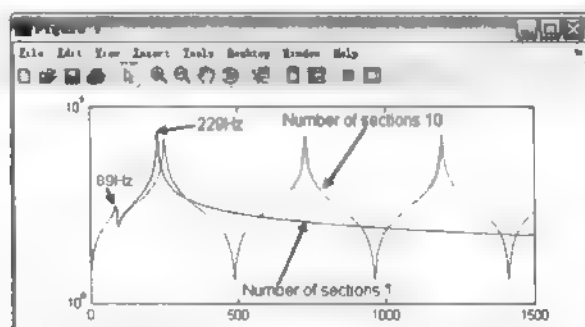

图 14.23 Number of sections 为 1 和 10 两种情况的分析结果
(8) 双击 PI Section Line 模块, 将对话框中的参数 Number of sections 由原来的 1 改为 10。为了得到, Number of sections 为 1 和 10 两种情况的分析结果, 可输入如下命令, 得到的结果如图 14.23 所示。